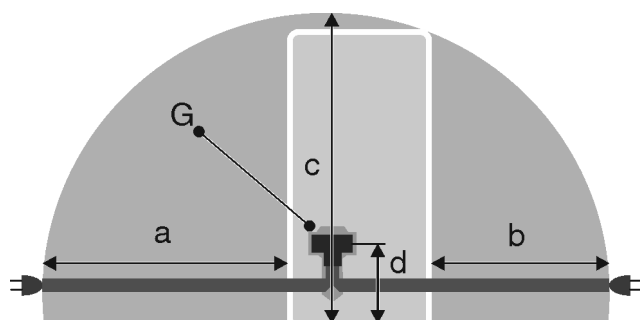

Fig. 31
- Steckdose liegt außerhalb des Geräterückseitenbereichs im gegebenen Bereich Fig. 31 (a, b, c).
- ▶ Gerätestecker Fig. 31 (G) auf der Rückseite des Gerätes einstecken. Auf richtiges Einrasten achten.